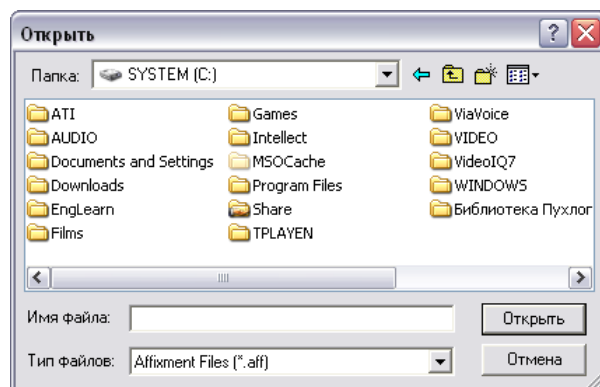

Рис. 7.4—12. Окно открытия файла настроек разметки дороги
5. Нажать кнопку «Применить» (см. Рис. 7.4—11, 4).